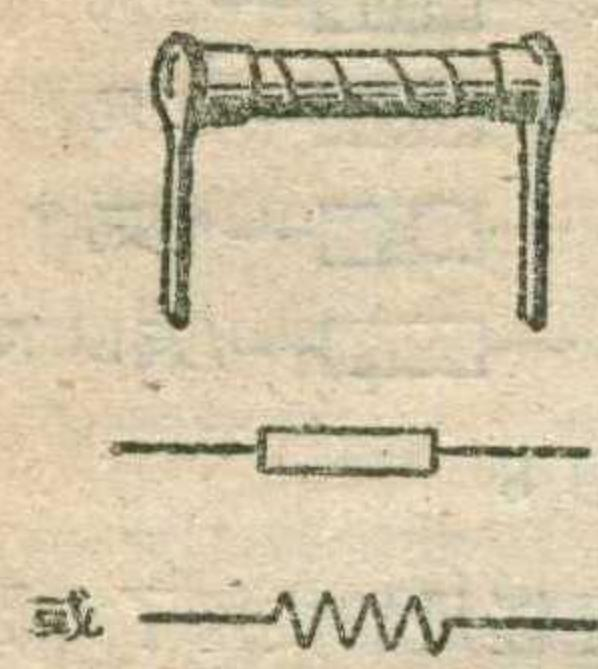

图 2
2. 碳膜电阻 碳膜电阻是一种质量较好的碳质电阻，它的性能稳定，不仅可作为一般用途的电阻使用，也适合在高级收音机和精密仪器设备里应用。这种电阻的制造方法是把碳氧化合物的蒸气在高热和高真空下分解成为碳分子，并沉积结晶在瓷棒或瓷管的周围表面上，形成一个圆筒形的碳膜。此碳膜就用作为电阻的导电成分。它的阻值的大小由蒸气压力、温度和沉积时间的长短来决定。圆筒形碳膜制成功后，沿瓷管外圈刻一螺旋形的沟槽，使刻有槽纹部分的碳膜被切去，因而把原来的圆筒形的碳膜层切成为缠在瓷管上的一条螺旋形碳膜带，其实物如图2所示。刻槽的作用一方面使碳膜的有效长度增加，宽度减小，用来获得较高的阻值，另一方面也是为了用刻槽的方式来得到不同的阻值，从而制成不同阻值的电阻。刻好槽纹的电阻外面涂有一层保护漆。这种电阻的阻值、误差范围和功率等一般都直接用数字标明，不用颜色标志。